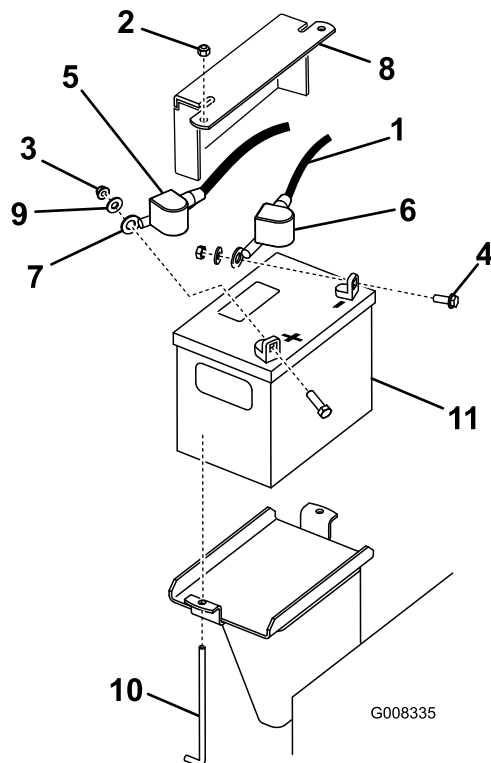

Figure 49
3. Enlevez le capuchon en caoutchouc noir qui protège le câble négatif. Débranchez le câble négatif de la batterie de la borne négative (-) de la batterie (Figure 49).
4. Enlevez le capuchon rouge de la borne positive (rouge) de la batterie. Débranchez ensuite le câble positif (rouge) de la batterie (Figure 49).
5. Enlevez la plaque de maintien, les boulons en J et les contre-écrous de fixation de la batterie (Figure 49). Retrait de la batterie.
1. Branchez le câble positif (rouge) de la batterie à la borne positive (+) à l'aide des fixations retirées précédemment (Figure 49).
3. Branchez le câble négatif de la batterie à la borne négative (noir) au moyen des fixations retirées précédemment (Figure 49).
4. Fixez la batterie au moyen de la barre et des écrous à oreilles (Figure 49).